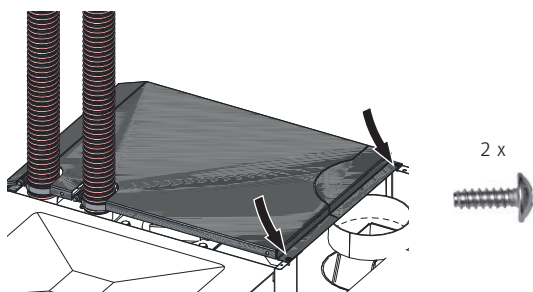

Fig. 114 Posizionare il coperchio del rivestimento serbatoio dietro e fissarlo con 2 viti autofilettanti
- Posizionare il coperchio del rivestimento serbatoio dietro sulla caldaia e fissarlo con 2 viti autofilettanti – Fig. 114.